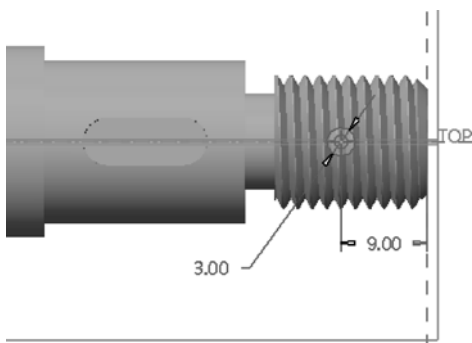

图 13-21 绘制拉伸切除的剖面
- 5 确保使草绘平面与屏幕平行后，绘制如图 13-21 所示的一个圆，然后单击“确定”按钮 。